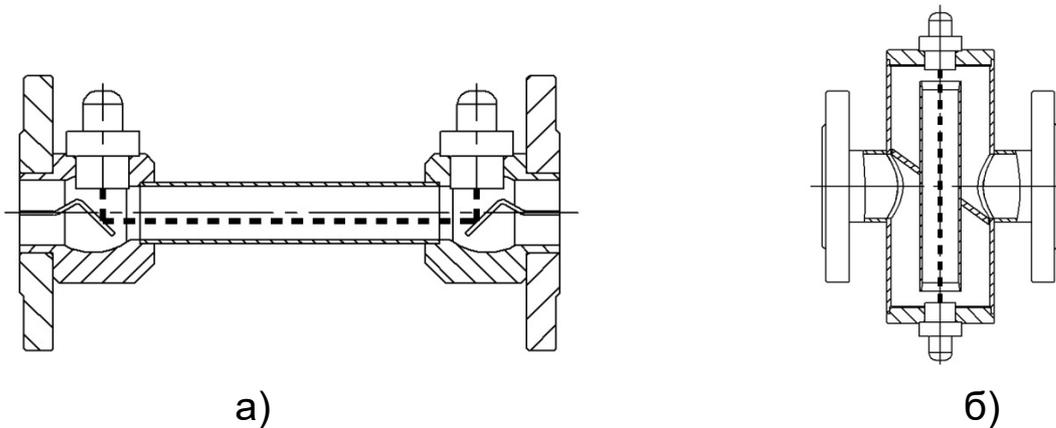

Рисунок 2. а) ППР – прямая труба с сужением (С);
– конструктив **С** - «прямая труба с сужением» - зондирование потока - в продольном сечении ППР (рисунок 2а). Стандартное фланцевое или резьбовое присоединение к трубопроводу.
– конструктив К - «крестообразный» - зондирование потока в продольном сечении ППР (рисунок 2б). Стандартное фланцевое присоединение к трубопроводу.